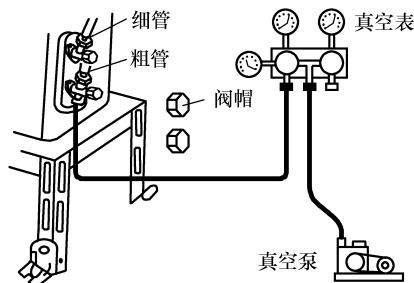

图 5-40 用真空泵抽真空
① 取下室外机截止阀上的螺母盖, 对准配管中心, 用手拧紧锥形螺母, 再用扳手拧紧。
② 取下液阀和气阀上的阀盖和注制冷剂嘴螺母, 用内六角扳手拧开液阀阀芯, 用螺钉旋具顶开气阀上的气门芯, 放出气体。
③ 用真空泵抽真空按如图 5-40 所示连接从气门芯片抽出系统内空气。抽空后拧紧阀盖。